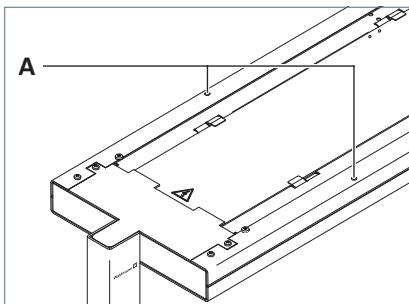

Fig. 12: Regolazione della testa dell'apparecchio d'illuminazione
- ▶ Per sollevare la testa dell'apparecchio d'illuminazione, ruotare la vite di regolazione **A** in senso antiorario, vedi Fig. 12.